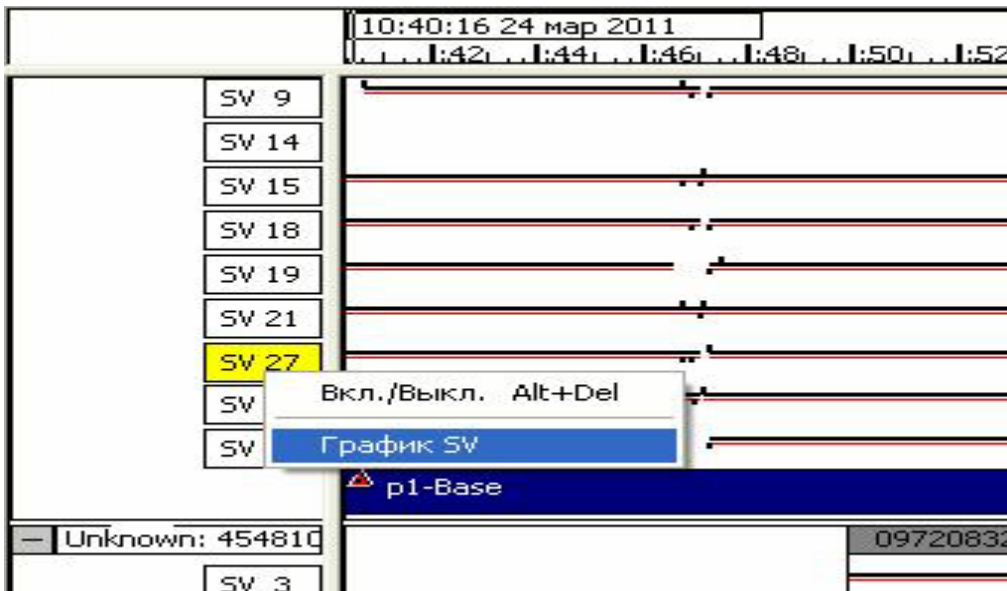

Рис. 4.8. Шкала времени
Работа выполняется только с данными подвижного приемника. Окно шкалы времени отображает временные интервалы наблюдений, сгруппированные по серийным номерам приемников и времени наблюдений (рис. 4.8), номера спутников (SV) с графическим отображением сигнала, номера точек и их временной интервал, а также интервалы времени, в которые выполнялась непрерывная съемка.